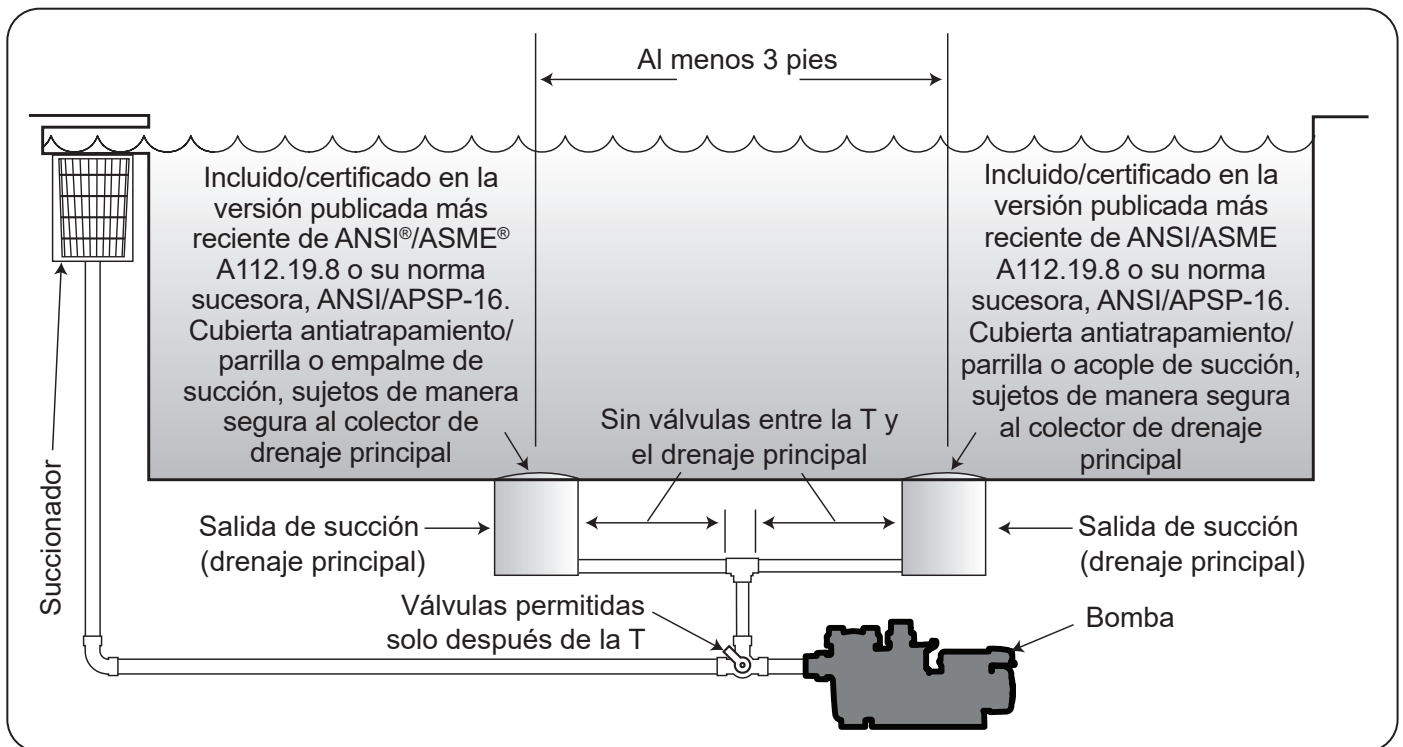

Figura 1. Cantidad de salidas de succión por bomba
Cantidad de salidas de succión por bomba: Proporcione al menos dos (2) drenajes principales balanceados hidráulicamente, con cubiertas, como salidas de succión para cada línea de succión de la bomba de circulación. Los centros de los drenajes principales (salidas de succión) de cualquier una (1) línea de succión deben estar a al menos tres (3) pies de distancia de centro a centro. Consulte la Figura 1.
El sistema **debe** construirse para incluir al menos dos (2) salidas (drenajes) de succión conectadas a la bomba siempre que la bomba esté en funcionamiento. Sin embargo, si dos (2) drenajes principales van a una única línea de succión, la única línea de succión puede estar equipada con una válvula que apague ambos drenajes principales desde la bomba. El sistema se construirá de tal modo que no permita el cierre o el aislamiento separado independiente de cada drenaje. Consulte la Figura 1.